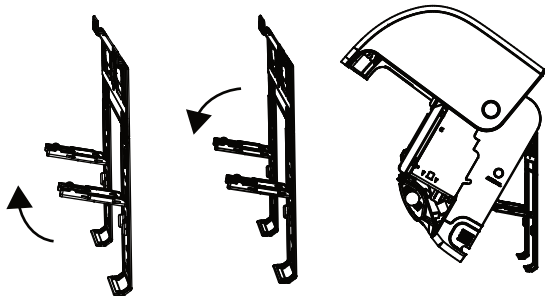

Fig. 4.11
2. Brug holderen på monteringspladen til at støtte enheden, så du har plads nok til at forbinde kølemiddelrør, signalkabel og afløbsslange. Se eksempel i **Fig. 4.11**.